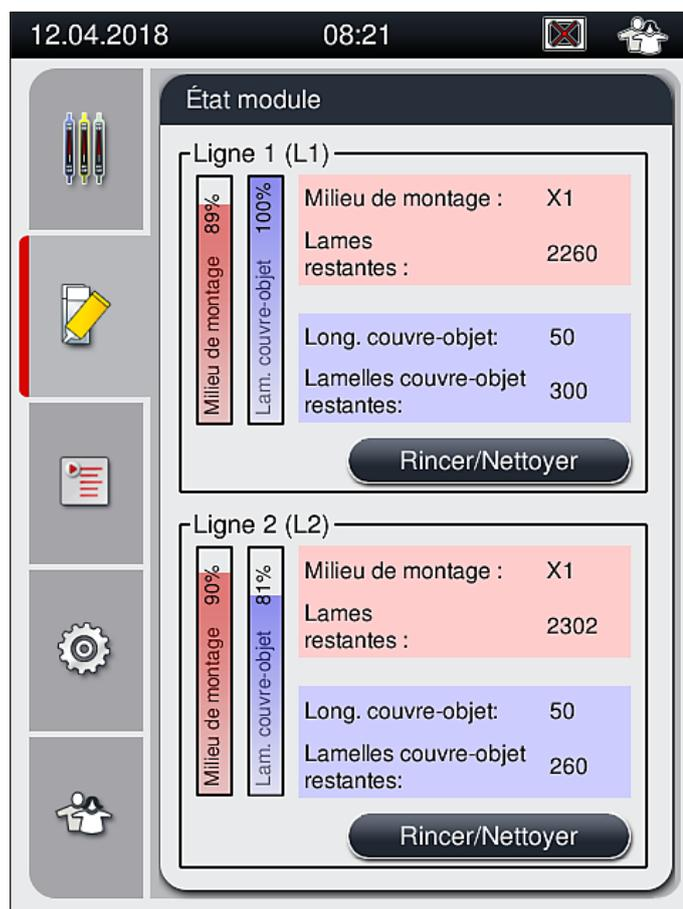

Fig. 53
- Les flacons du milieu de montage qui sont réintroduits sont détectés par le logiciel de l'appareil, et l'**État module** (→ Fig. 53) est actualisé.